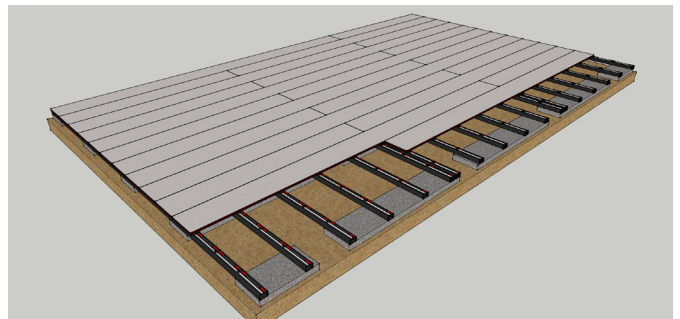

Abb. 2: Doppelte Unterkonstruktion in den Stoßbereichen
- HQ-StyleDec wird so verlegt, dass jedes Ende mit einem ganzen Rahmen unterstützt wird. Am Stoß sind daher 2 Rahmen einzuplanen (Abb. 2 und 5).